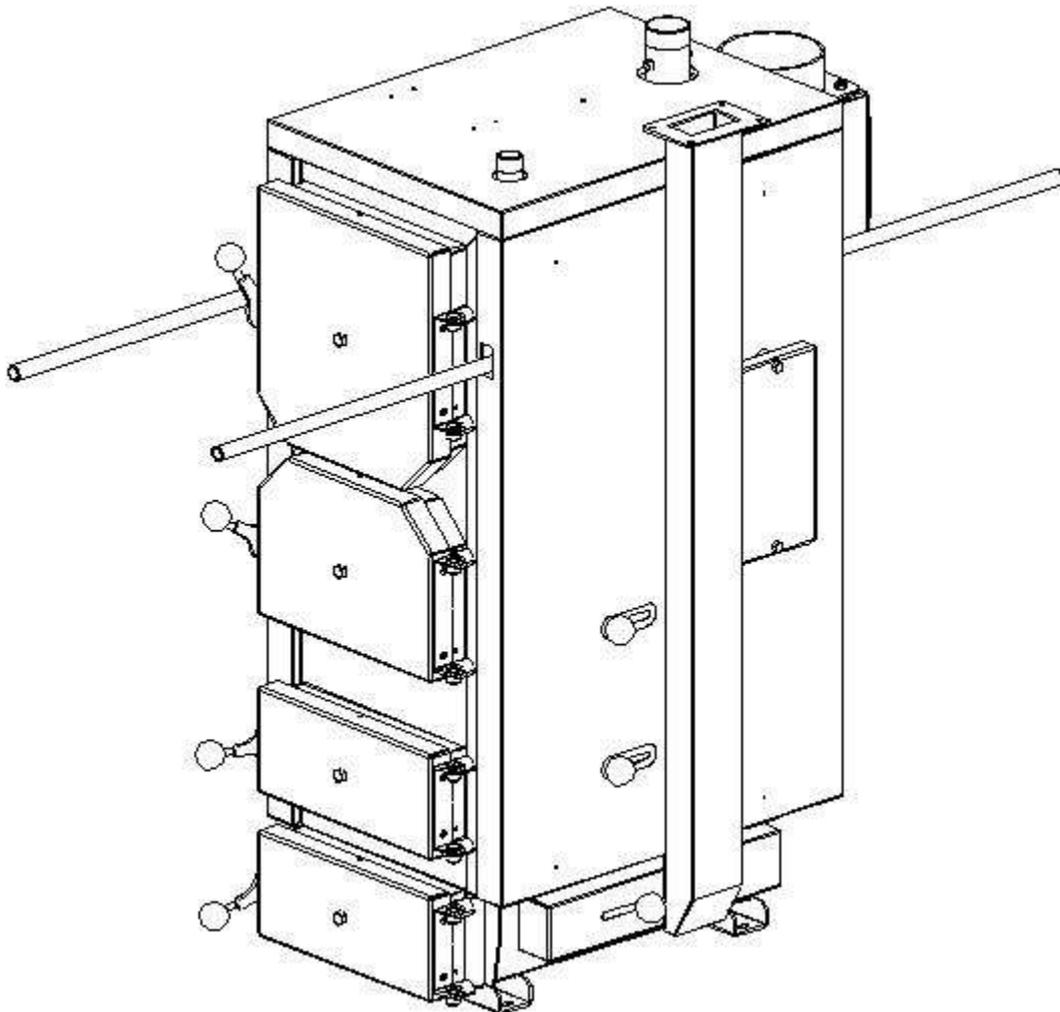

Рис.3 Подготовка к перемещению и установке котла.
- вставить отрезки труб в отверстия, как показано на рис. 3.